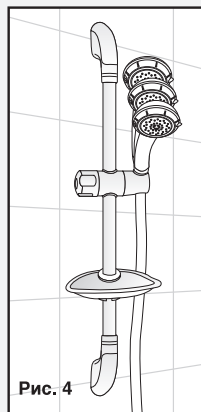

Рис. 4
6. Держатель разбрызгивающей головки (см. Рис.4) может быть установлен на стойке на требуемой высоте поворотом зажимного кольца по часовой стрелке. Выберите высоту установки разбрызгивающей головки и закрепите ее на этой высоте. Угол направления струи регулируется поворотом разбрызгивающей головки в своем держателе.
2. для модели "Optima" и "Platinum Completa" также со стойкой держателя душевой головки (см. рис.4 и 5).